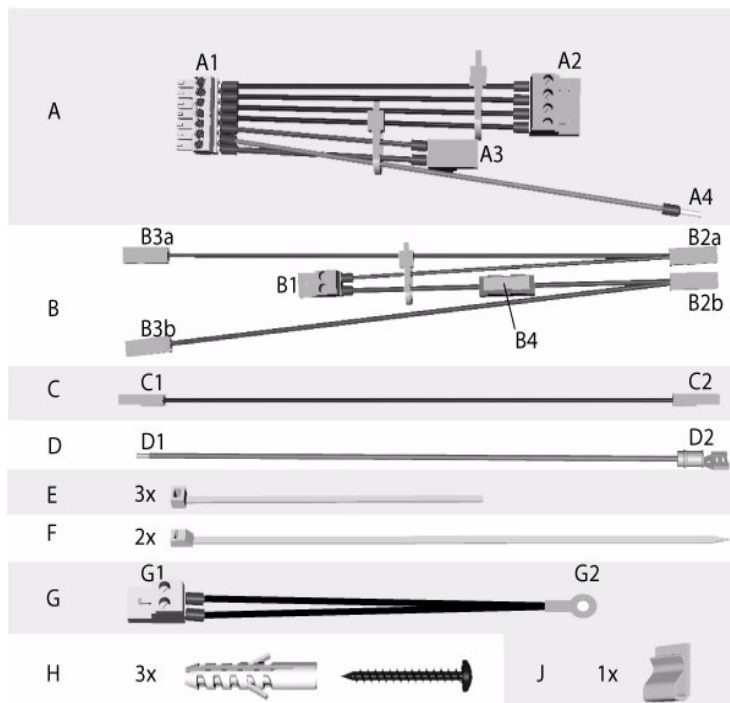

Figura 2 Contenido del kit de accesorios
2. Coloque las baterías recargables en la parte inferior de la carcasa y fíjelas con los cables de fijación **F**: (*Figura 2*)
3. Inserte el soporte **J** (*Figura 2*) en la parte posterior de la carcasa, de modo que pueda fijar posteriormente los conectores del cable **B** que no se estén utilizando por ahora.
- b. Una los conectores **A3** a la interfaz **DC** (CC) de la fuente de alimentación y los pins **A2** a la interfaz etiquetada como **OK**.